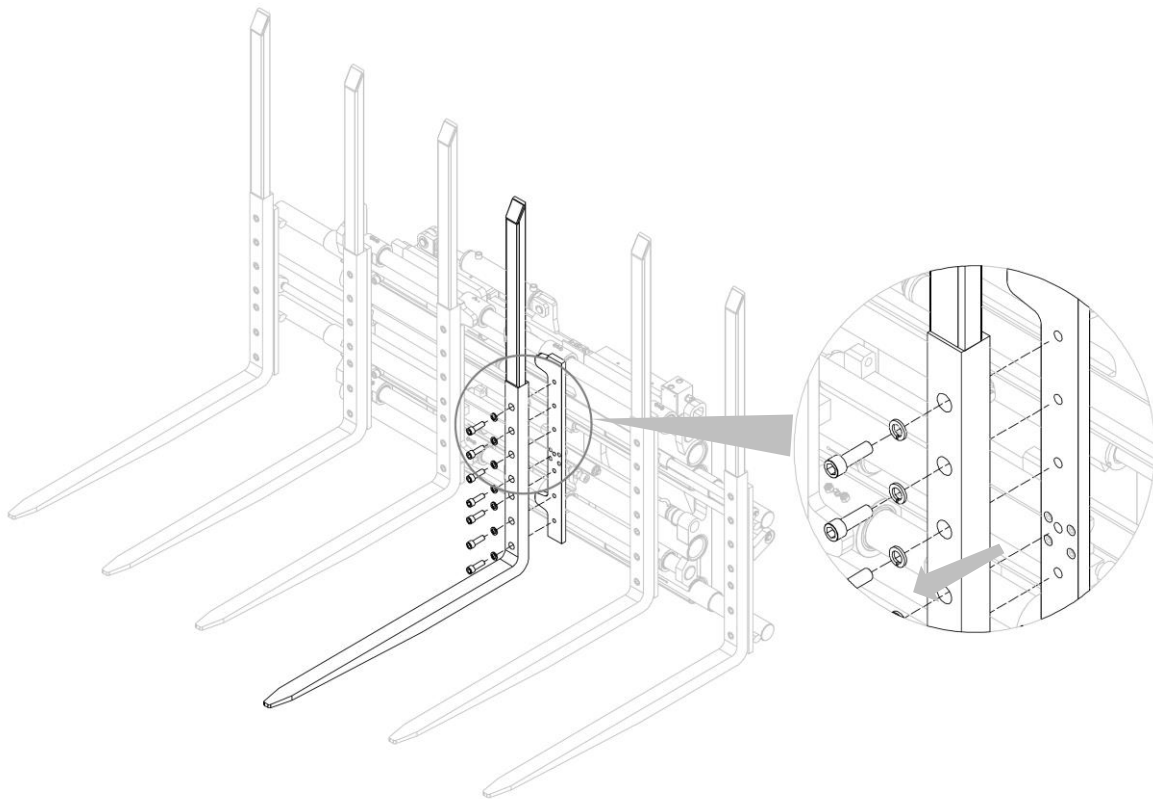

Figura 19
3. Retire la horquilla en cuestión después de quitar los tornillos correspondientes (mira *Figura 19*).